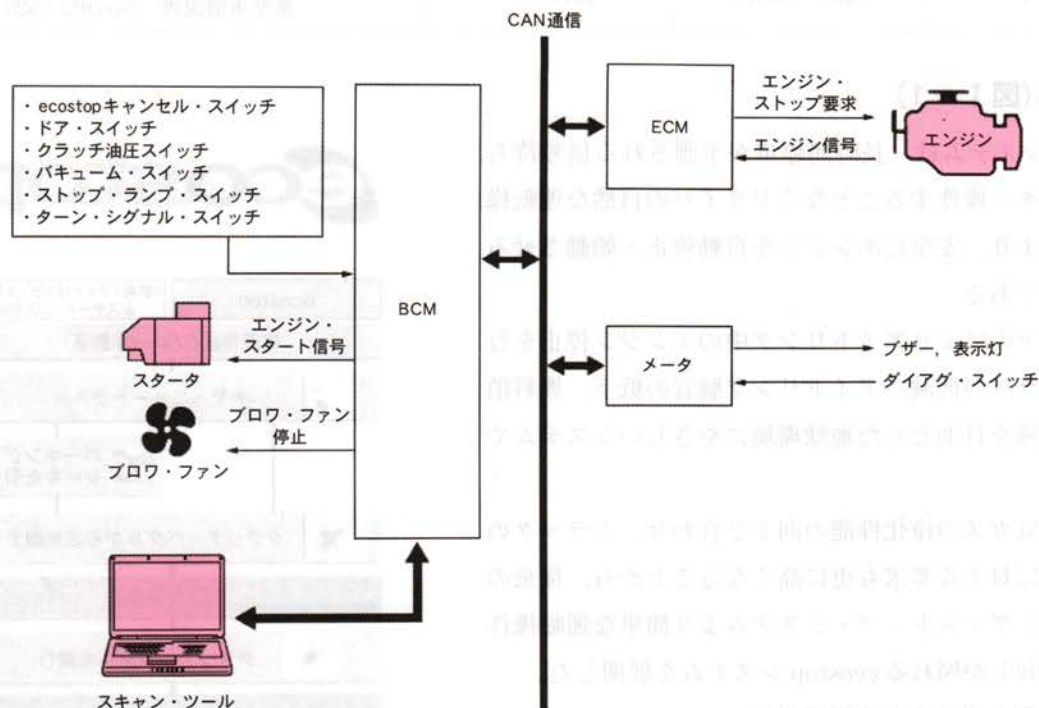

図 I-2 システム概要図
2) システム機能(図 I-2)
BCMは、図 I-2 の様に車両からの各種スイッチ信号の入力を受け、ECM 及びメータとはCAN 通信回路を利用して各種データ信号の受け渡しを行っている。